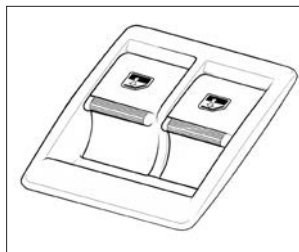

Рис. 31. Клавишные переключатели стеклоподъемников
Наружные зеркала оснащены электроприводом. Блок управления зеркалами располагается на облицовке накладке кожану пола (рис. 30, позиция **2**). Выбор регулируемого зеркала осуществляется перемещением переключателя **1** (рис. 31) в фиксированные положения (правое/левое), соответствующие регулировке правого/левого зеркала. Выбор оптимального положения зеркал производится наклоном диска джойстика **2** в четырех направлениях: вверх/вниз/вправо/влево.
**В варианном исполнении** автомобиль может быть укомплектован только клавишными переключателями стеклоподъемников (рис. 31).